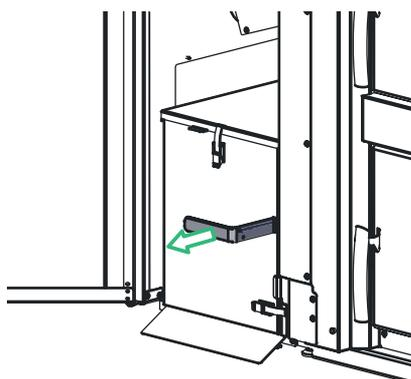

Fig. 32 Griff herausziehen
- ▶ Griff bei Aschebox bis zum Anschlag herausziehen, damit die seitlichen Öffnungen in der Aschebox verschlossen werden – Fig. 32.